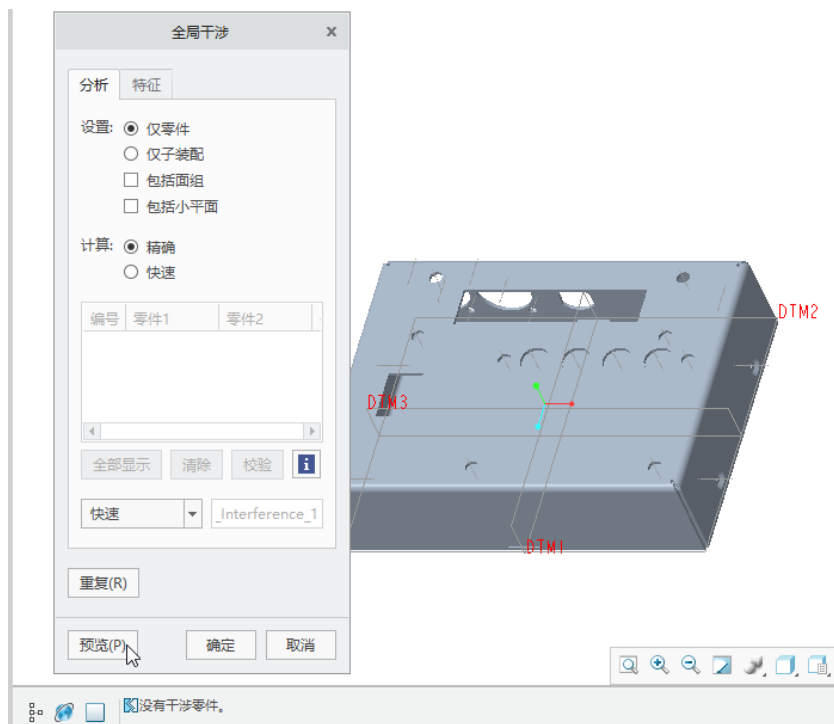

图 7-56 利用“全局干涉”对话框进行产品全局干涉检查
(3) 在“全局干涉”对话框的“分析”选项卡中,从“设置”选项组中选择“仅零件”单选按钮,从“计算”选项组中选择“精确”单选按钮,然后单击“预览”按钮,计算结果显示没有干涉零件,如图 7-56 所示。